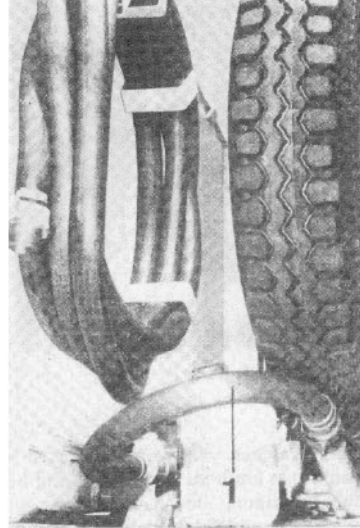
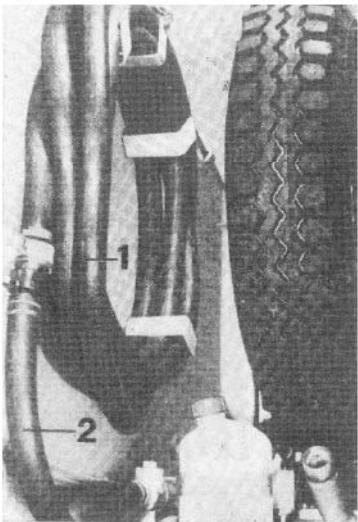

Bild 96.
Bild 97.
4. Verbindungsschlauch an die am Fahrgestell fest verlegte Rohrleitung ankuppeln (Bild 96/1).
1. Schlauch abwickeln (Bild 97/1).
2. Der Verbindungsschlauch (Bild 96/1) zur Sprühleiste ist von der am Fahrgestell verlegten Rohrleitung bei unterbrochenem Hydraulikkreis abzukuppeln und an den 10 m langen Schlauch anzuschrauben (Bild 97/2).
6. Anschließend ist der 10 m Schlauch aufzuwickeln. Der Verbindungsschlauch (Bild 97/2) ist abzukuppeln und die Verbindung zur Vorbauwascheinrichtung wieder herzustellen.